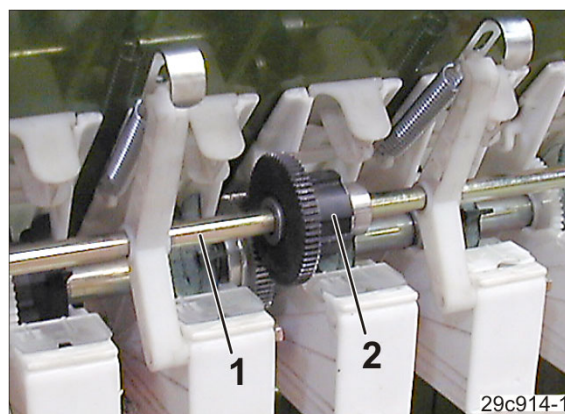

Рис. 76
Промежуточный вал (Рис. 76/1) приводится в движение от высевающего вала через муфту (Рис. 76/2).
Муфта промежуточного вала (Рис. 76/2) имеет электрический привод, см. главу «Муфта промежуточного вала, электрический привод», стр. 79.
- муфта (Рис. 76/2) приводится в действие;
- промежуточный вал (Рис. 76/1), приводящий в движение высевные катушки технологической колеи, останавливается;